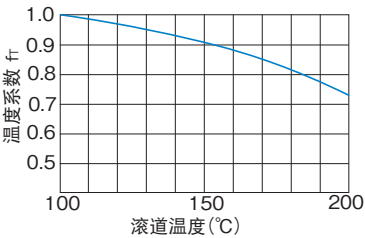

图2 温度系数 ( $f_t$ )
- $f_T$  : 温度系数 (参照A10-8图2)
如果LM滚柱滚动块的使用环境温度超过100℃时,就要考虑高温的不良影响,应将基本额定载荷乘以图2中表示的温度系数。